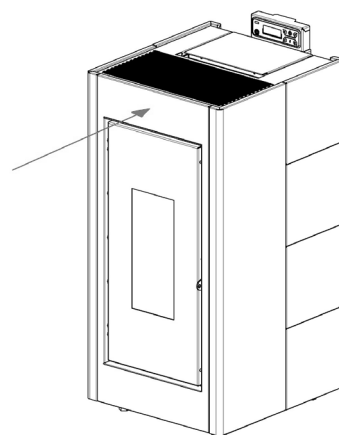

Fig. 40 - Reposicionar o frontal
- Reposicionar o painel frontal (ver **Fig. 40**).